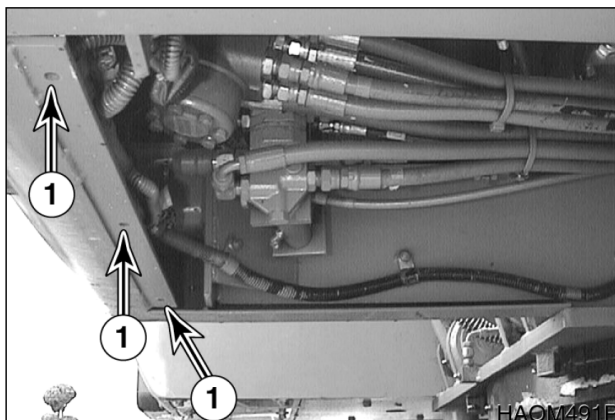

Рис. 55
1. Снять 6 болтов (1, рис. 55) с нижней панели доступа под сиденьем оператора. Снять панель для получения доступа к нижнему рычагу педали.